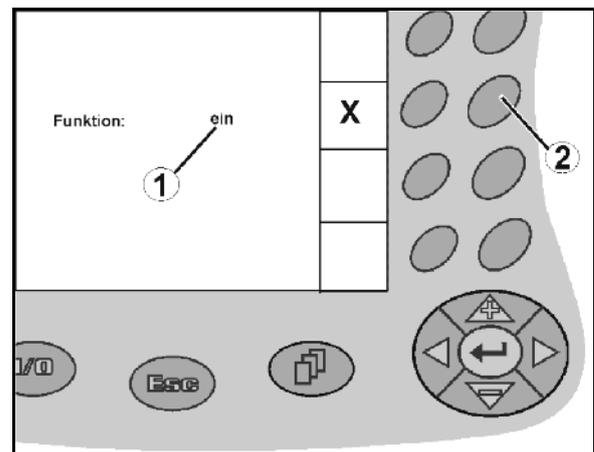

Fig. 17
- Accionar la tecla de función (Fig. 17/2) una vez
→ Función activada (Fig. 17/1).